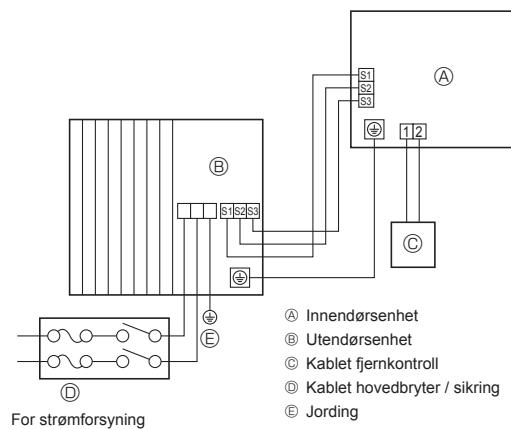

Fig. 7-1
7.1. Forholdsregler (Fig. 7-1)